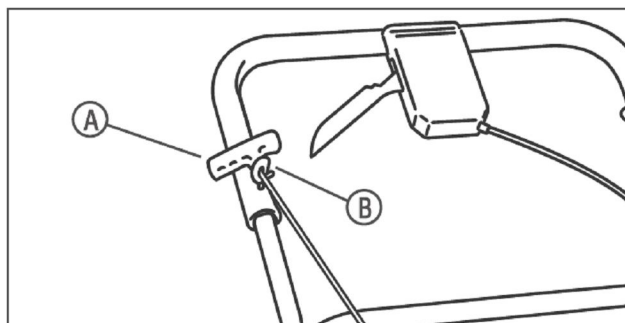

Рис. 3: Установка рукоятки стартера
- 5) Прижмите рычаг остановки двигателя к рукоятке (см. раздел «Рычаг остановки двигателя»). Медленно потяните рукоятку стартера (А, рис. 3). Чтобы установить рукоятку стартера на направляющую (В), заведите шнур в петлю направляющей, расположенной справа от рукоятки.